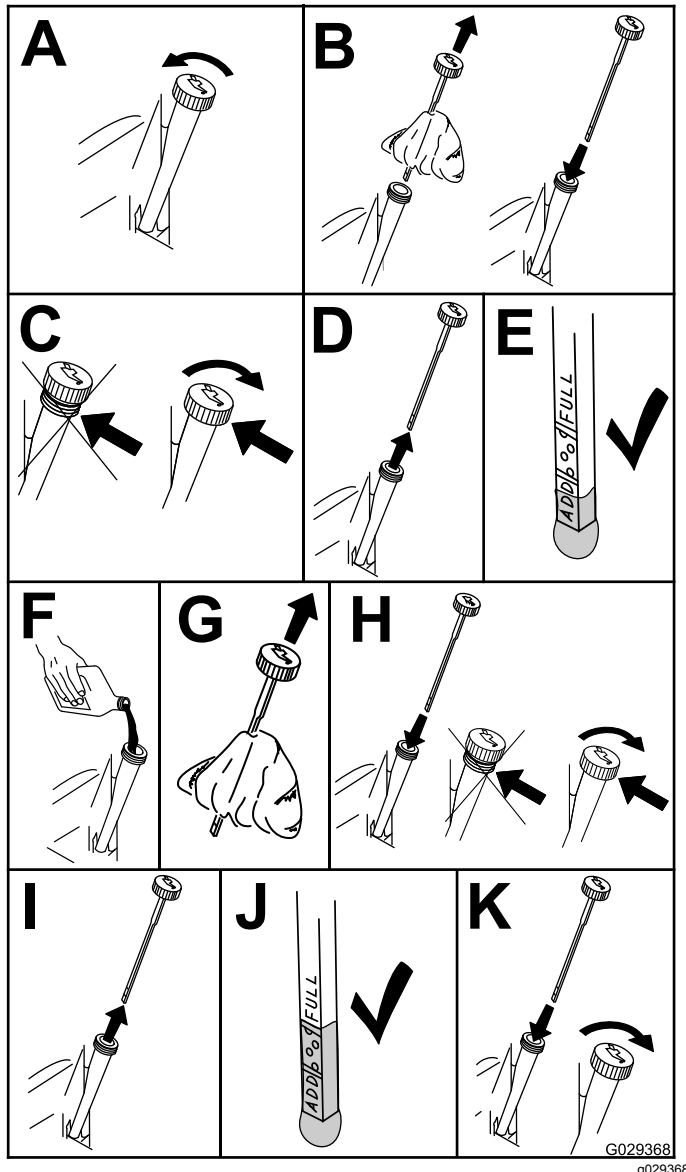

Figure 21
2. Contrôlez le niveau d'huile moteur (Figure 21).